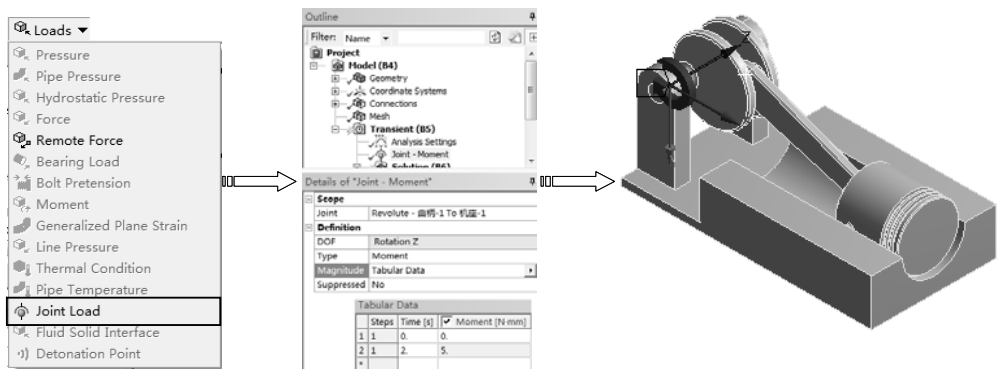

图 10-51 施加扭矩
2) 在【Outline（分析树）】中选择【Transient（B5）】节点，单击【Environment】工具栏上的【Loads】|【Joint Load】命令，在详细设置窗口的【Joint】下拉列表中选择 Revolute-曲轴-1 To 机座-1，在【Type】下拉列表中选择 Moment，在【Tabular Data】窗口中输入 0 和 5，如图 10-51 所示。